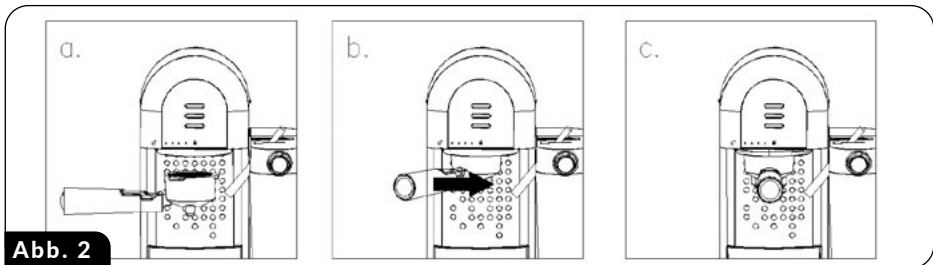

Abb. 2
1. Setzen Sie die Kuvette (10) mit dem eingebauten Filter (13) so in den Kuvettenhalter (5), dass der Kuvettenhalter (12) mit dem Symbol des offenen Vorhängeschlosses auf der Vorderseite der Kaffeemaschine übereinstimmt (Abb.2).